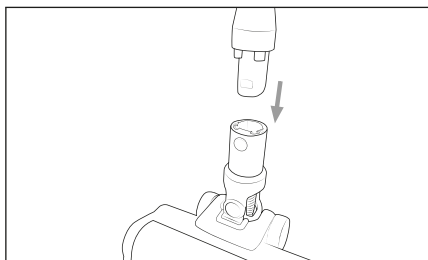

Fig. 2
- 2) Infilare il tubo di aspirazione **23** nella spazzola per pavimenti **20** fino a quando non si innesta in posizione con un clic (vedere fig. 2).